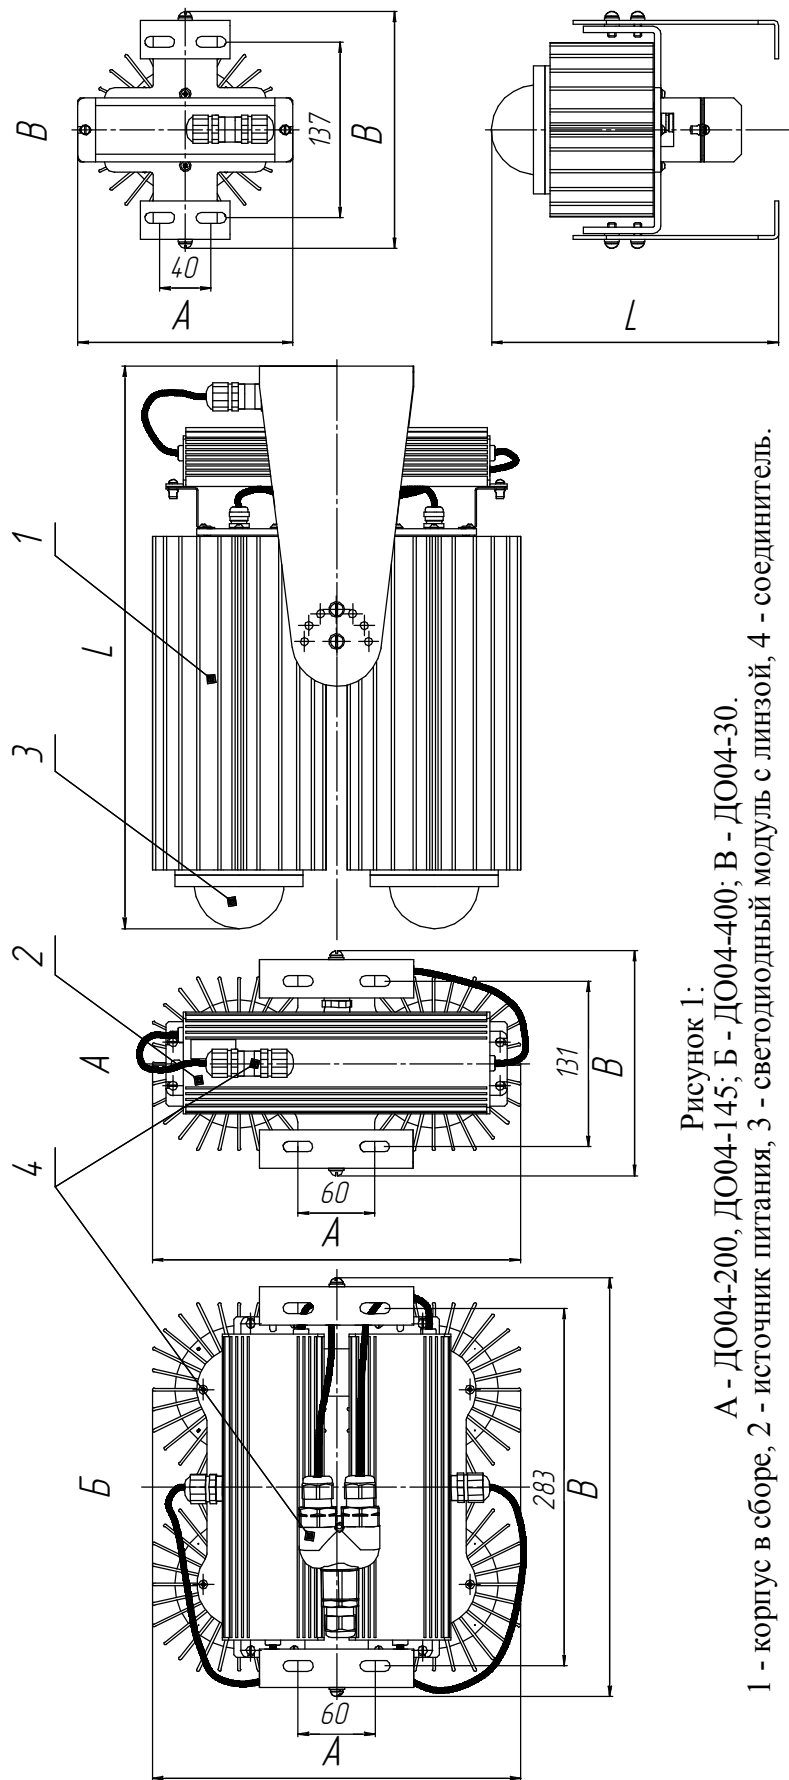

Рисунок 1:
4.2 Прожектор ДО04, в соответствии с рис. 1 приложения А, состоит из корпуса в сборе поз. 1, источника питания поз. 2, светодиодного модуля с линзой поз. 3.